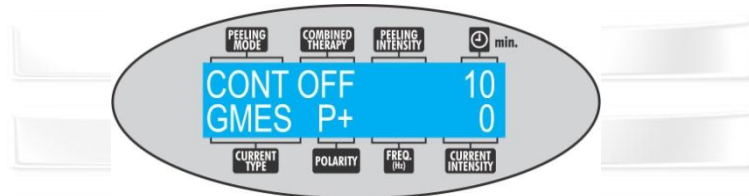

Figura 16. Visor de cristal líquido y campos “*default*” de programación del equipo.
Tras esta presentación, el visor (5) entrará en funcionamiento indicando la página “*default*” de programación del equipo (Figura 16).